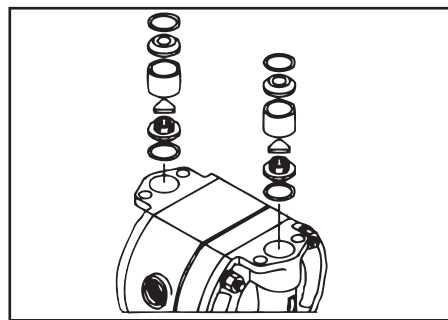

Figure 19
- Suppression de la boule / pastille, siège de soupape et le joint torique (voir figure 19).